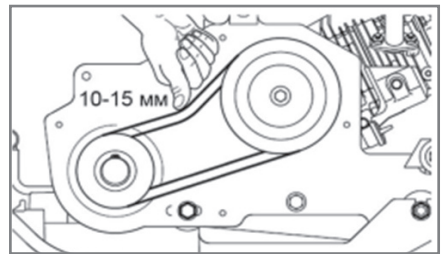

Рис. 22 Проверка натяжения ремней
3. Проверьте натяжение ремней. Правильно натянутый ремень при сильном нажатии пальцем должен прогибаться примерно на 10-15 мм (Рис. 22).